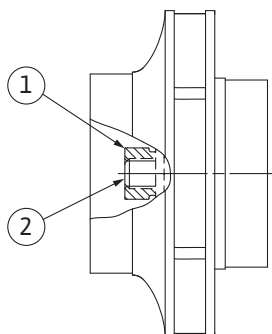

Fig. 107: Korrekt position for pumpehjulsmøtrikken efter installation
8. Hold fast i akslen med en gaffelnøgle (nøglevidde 22 mm), og spænd pumpehjulsmøtrikken med det foreskrevne tilspændingsmoment (se tabellen "Tilspændingsmomenter" [► 26]). Møtrikken (Fig. 107, pos. 1) skal cirka flugte $\pm 0,5$ mm med akselenden (Fig. 107, pos. 2). Gør den ikke det, løs da møtrikken, og gentag handlingstrinnene 4 ... 8.
9. Fjern gaffelnøglen, og monter beskyttelsespladen (Fig. I, pos. 27) igen.